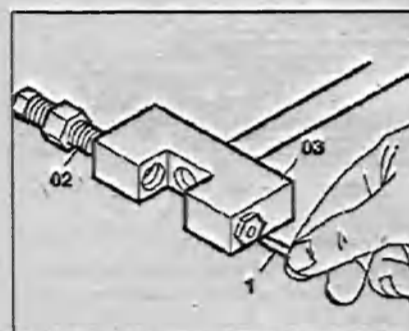

Рис. 4.43. Извлеките палец 1 из прессы 03.
6. Извлеките палец 1 из прессы 03 (рис. 4.43).